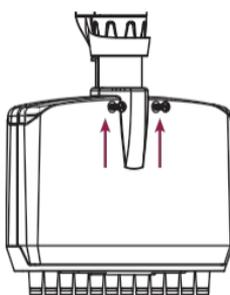

Imagen 1
1. Desatornille los dos tornillos pequeños de la parte posterior y guárdelo de forma segura. (imagen 1).